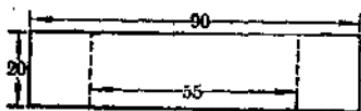

图 13
10. 电池夹：用 $20 \times 90$ [毫米]2铜皮或铁皮，按一号电池长度弯成图13所示形状作电池夹，装在底板右端。电池夹两边用焊锡焊上两条电线。电线在装配时和电动机的两极相接(图13)。